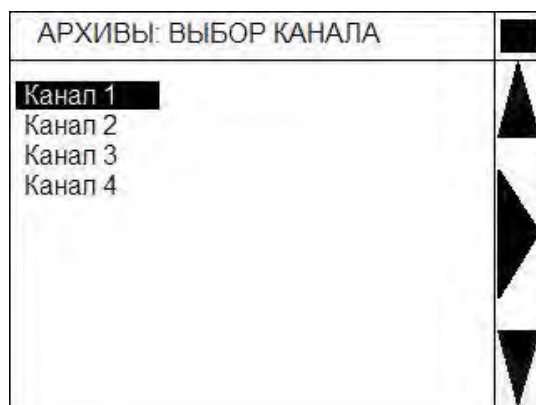

Рисунок 7 — Экран ЖКИ в режиме меню «АРХИВЫ»
3.4.4.1 После активации в «Главном меню» строки «Архивы» на экране появляется меню «АРХИВЫ: ВЫБОР КАНАЛА» (рисунок 7).